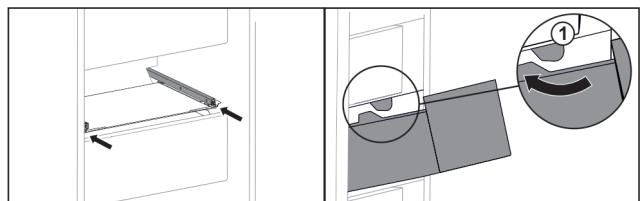

*Fig. 148*
- ▶ Приподнимите выдвижной ящик сзади снизу. *Fig. 148 (1)*
- ▶ Извлеките выдвижной ящик движением вперед. *Fig. 148 (2)*